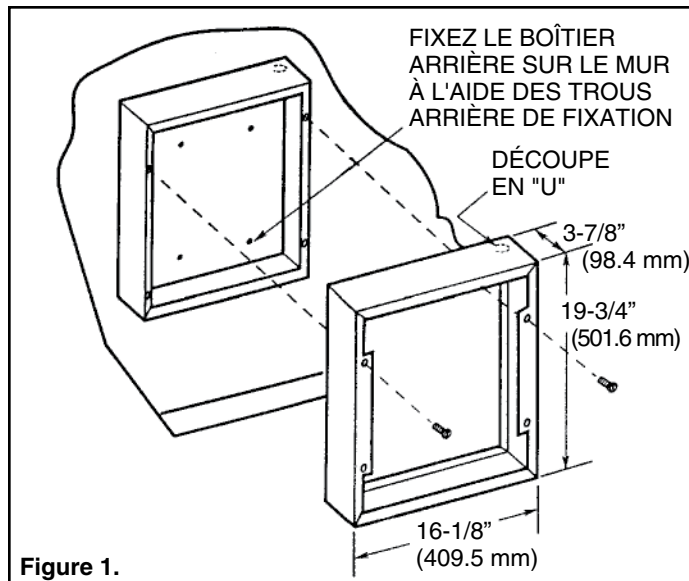

Figure 1.
Installation de boîtier arrière avec cadre de fixation en surface n° cat WIF-SMFL-W ou WIF-SMF-S (voir la figure 1)
a. Faire passer un câble d'alimentation dans la zone du coin supérieur droit du cadre de fixation illustré dans la figure 1.
c. Fixez le cadre en place sur le boîtier avec les vis fournies comme illustré dans la figure 1.